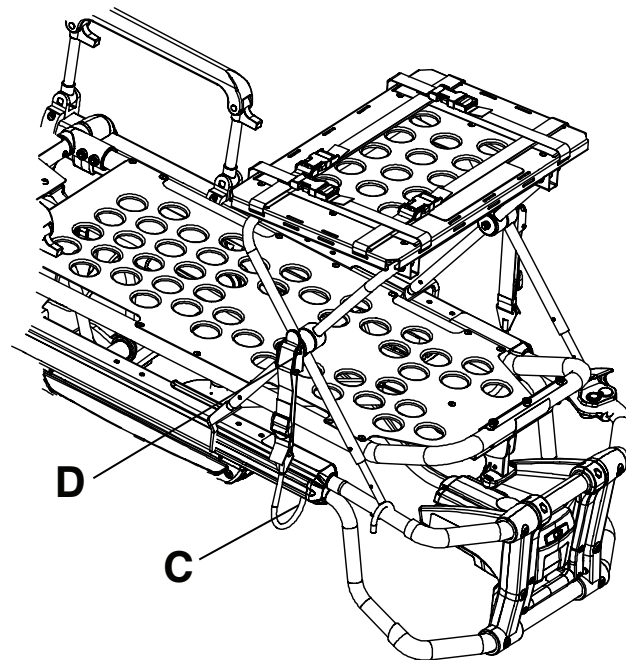
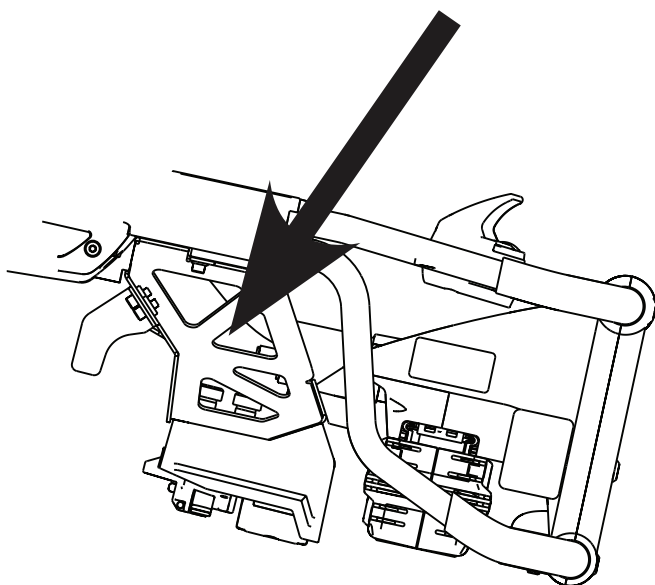

Figura 27 – Amplasarea cârligului de blocare (este ilustrat modelul 6506)
Figura 28 – Urechiușă (este ilustrat modelul 6506)
6. Puneți cârligul zăvorului (C) sub cadrul țârgii sau a dispozitivului de fixare de la capătul pentru picioare, și împingeți urechiușa (D) în sus, până când se fixează în poziție pe o parte și auziți un clic (Figura 27). Repetați pe partea cealaltă. Pentru țârgile compatibile cu **Power-LOAD**, dacă este echipat, trebuie să lungiți și să atașați curelele la dispozitivul de fixare de la capătul pentru picioare (Figura 28).